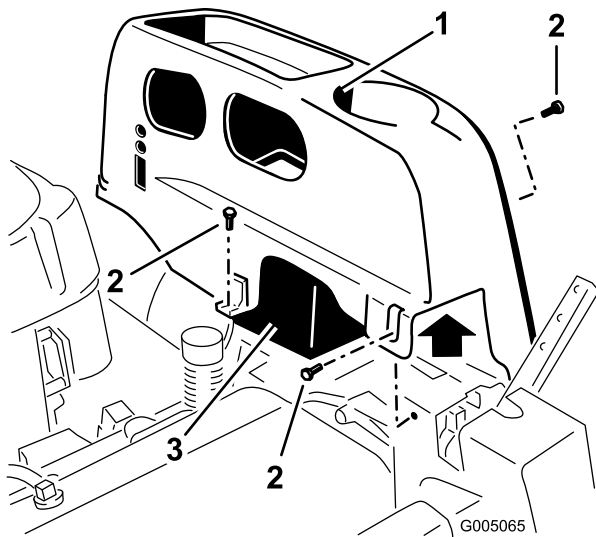

Figura 27
2. Retire los tornillos TORX® (T25) que sujetan la cubierta izquierda al bastidor, según se muestra en Figura 27.